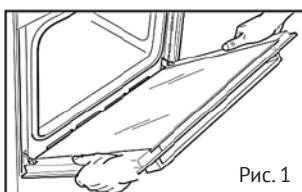

Рис. 1
- Полнотью откройте дверцу духовки (рис. 1).
- Удерживайте дверцу под углом (рис. 1).